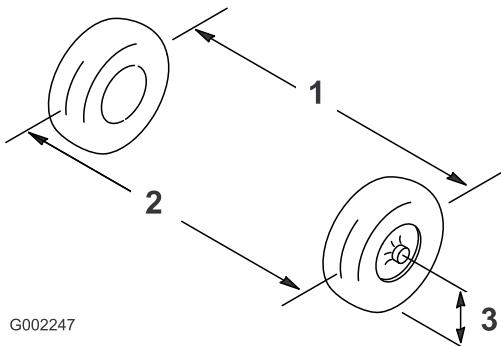

Figura 51
2. Misurate la distanza tra i pneumatici anteriori all'altezza dell'assale, davanti e dietro le ruote (Figura 51).